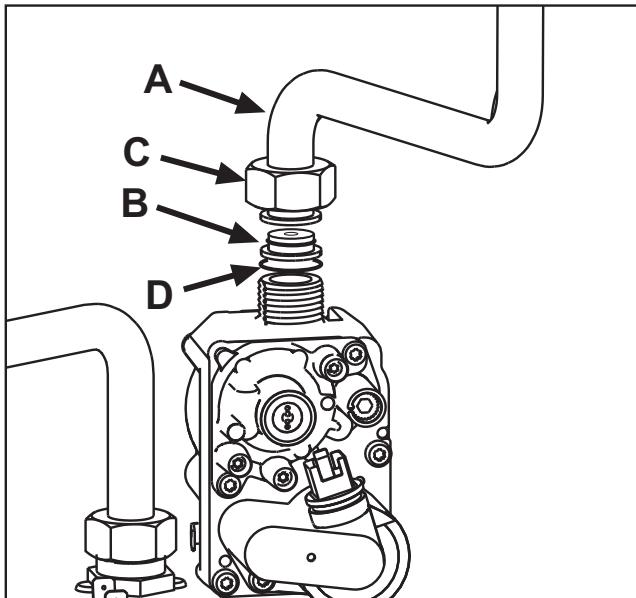

fig. 22
- Svitare il girello C e rimuovere il tubo gas A dalla valvola gas (vedi fig. 22).
- Sostituire l'ugello B inserito nel tubo gas con quello contenuto nel kit di trasformazione interponendo la guarnizione D (vedi fig. 22).